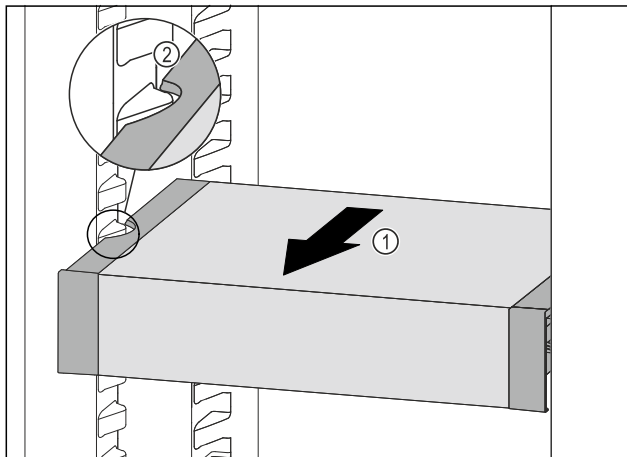

Fig. 131
- ▶ Tire del VarioSafe hacia delante Fig. 131 (1) hasta que los huecos laterales del VarioSafe se encuentren a la altura de la nervadura del recipiente en el compartimento del frigorífico. Fig. 131 (2)